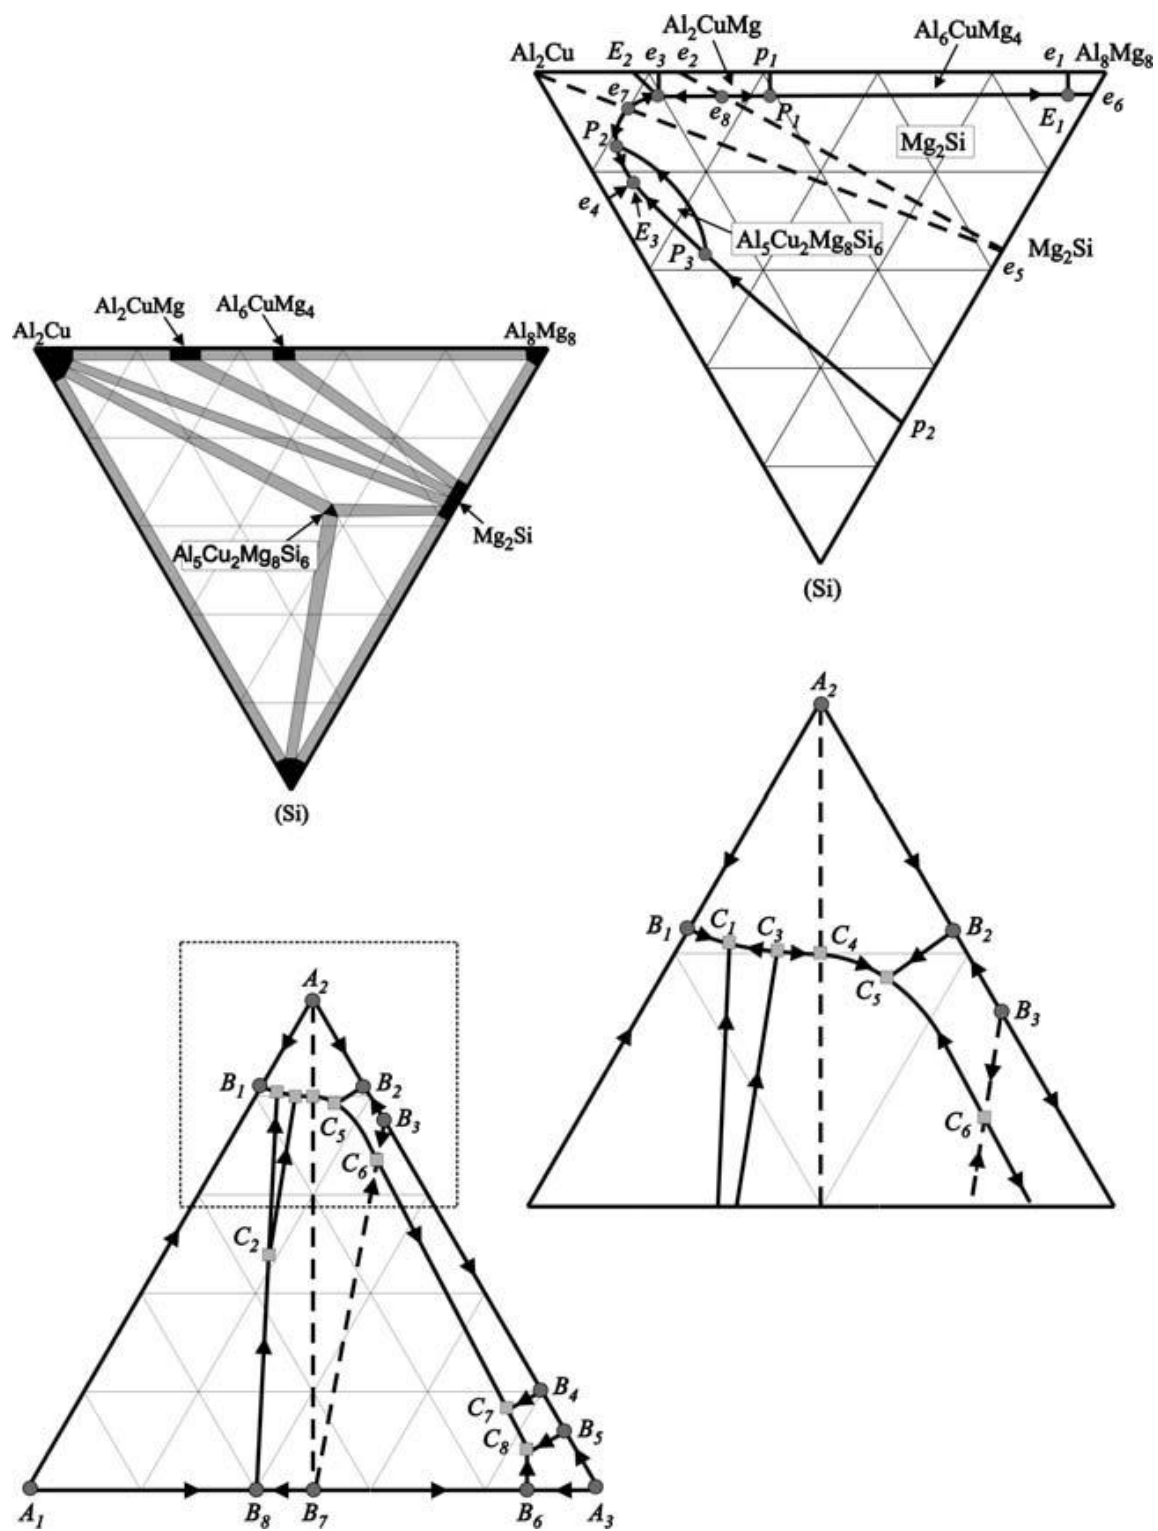

Рис.14. Диаграмма состояния системы Al–Cu–Mg–Si:
3. Оценить минимальную температуру солидуса в алюминиевых сплавах системы Al–Cu–Mg–Si (см. рис.14). Ответ обосновать.
3. Определить относительные концентрации Si, Mg и Fe в сплаве Al–2%Si–2%Mg–10%Cu и определить его фазовый состав при комнатной температуре (нанести точку состава на диаграмму) – рис.14